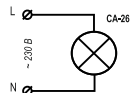

Рисунок 2. Схема подключения основания CA-26 к питающей сети
**7.5** Осуществить подключение изделия (рис. 2).